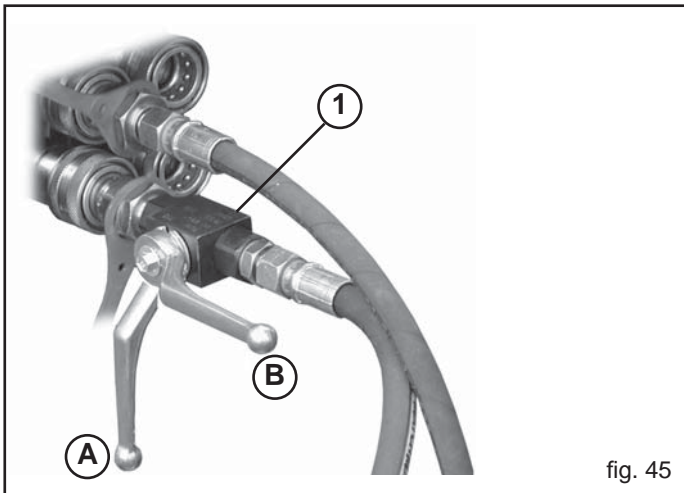

fig. 45
El dispositivo marcador de surcos incorpora una válvula que acciona alternativamente los dos brazos, reduciendo el empleo a un distribuidor hidráulico único del tractor. El tubo hidráulico de alimentación monta un grifo (1, Fig. 45) que es necesario para desconectar el funcionamiento del marcador de surcos. **Durante el transporte de la sembradora por la vía pública, la palanca del grifo debe estar en la posición (A, Fig. 45), para que el marcador no se pueda abrir accidentalmente**, y en la posición B durante el trabajo. Cuando no use la instalación, proteja las conexiones rápidas con las tapas correspondientes y coloque los tubos hidráulicos en su soporte.
- 5) Antes de accionar el dispositivo marcador de surcos, apoye la sembradora sobre el suelo y coloque la palanca del grifo en la posición (B) Fig. 45.
- 8) Coloque la palanca del grifo en posición (A) Fig. 45.